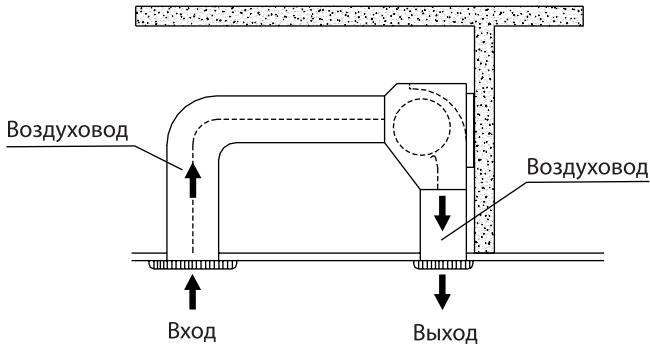

Рис.8 – Установка занавес за подвесным потолком
7.4 Завеса также может быть установлена за подвесным потолком. Для этого необходимы воздуховоды (приобретаются потребителем) (рис.8).